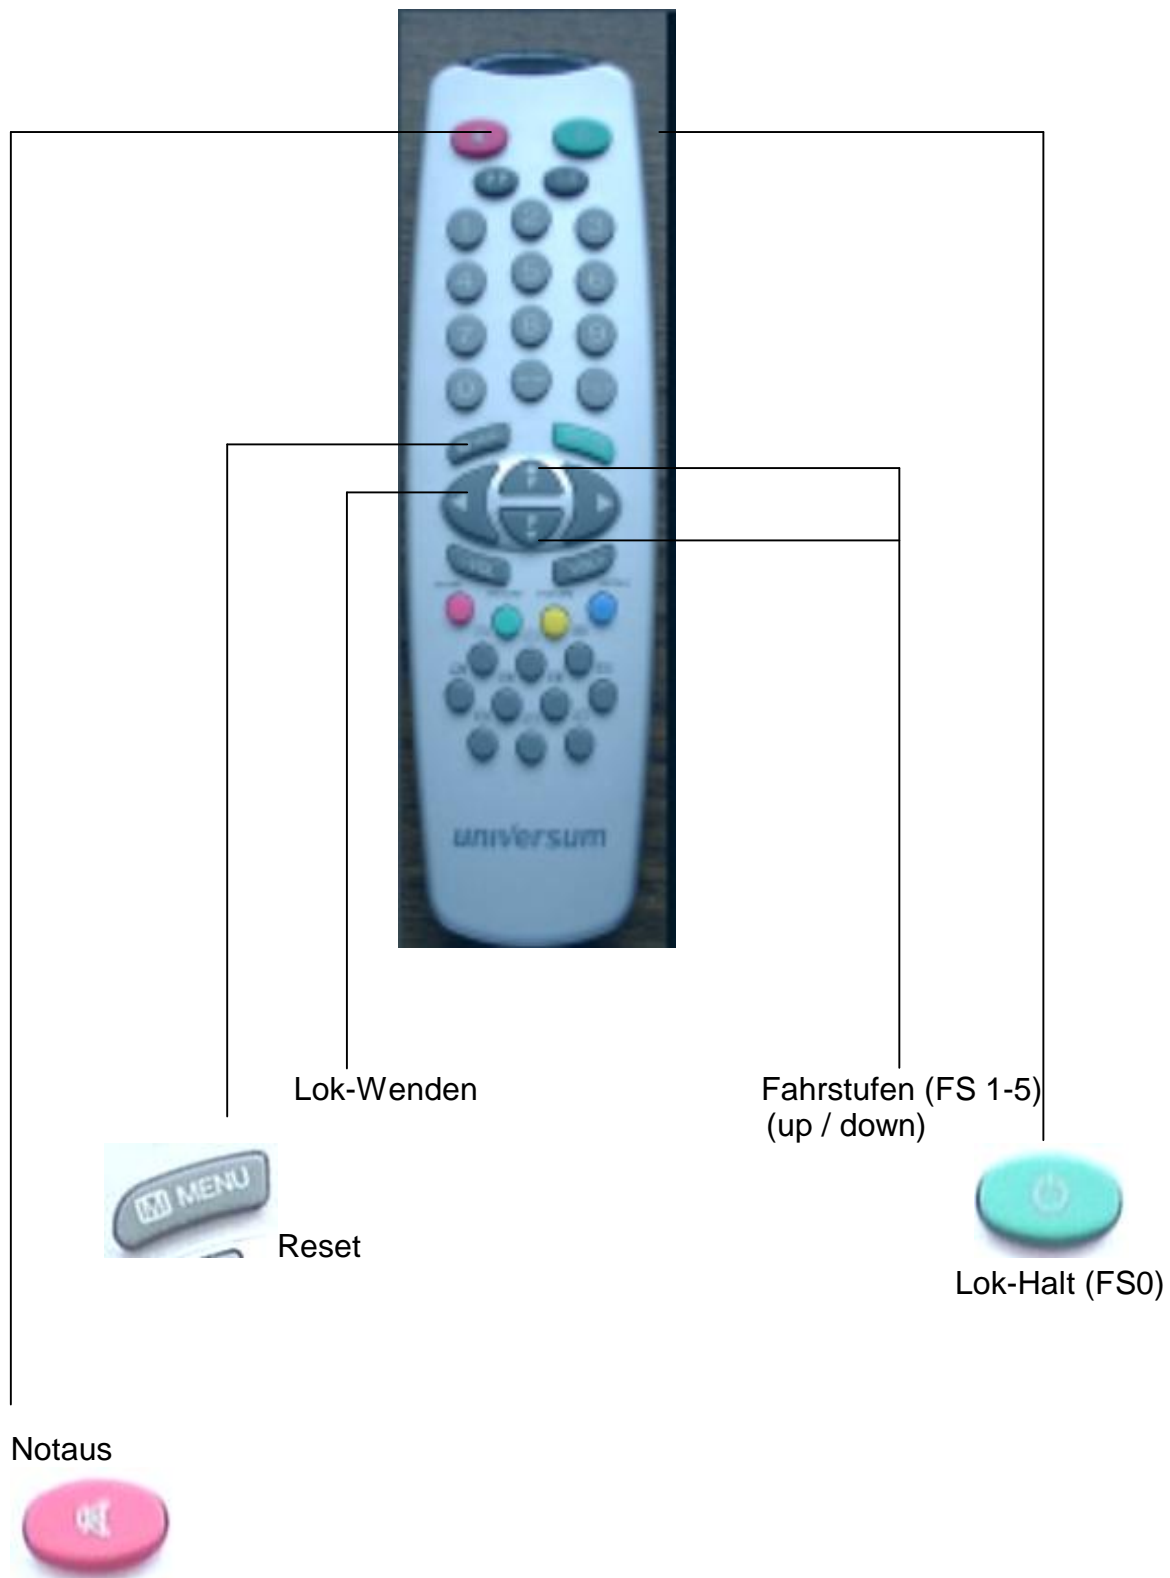

Bild 5
**Die im Bild 5 festgelegten Tasten verwende ich, um kleinere Rangierfahrten und / oder Überführungs-Fahrten abzuwickeln.**